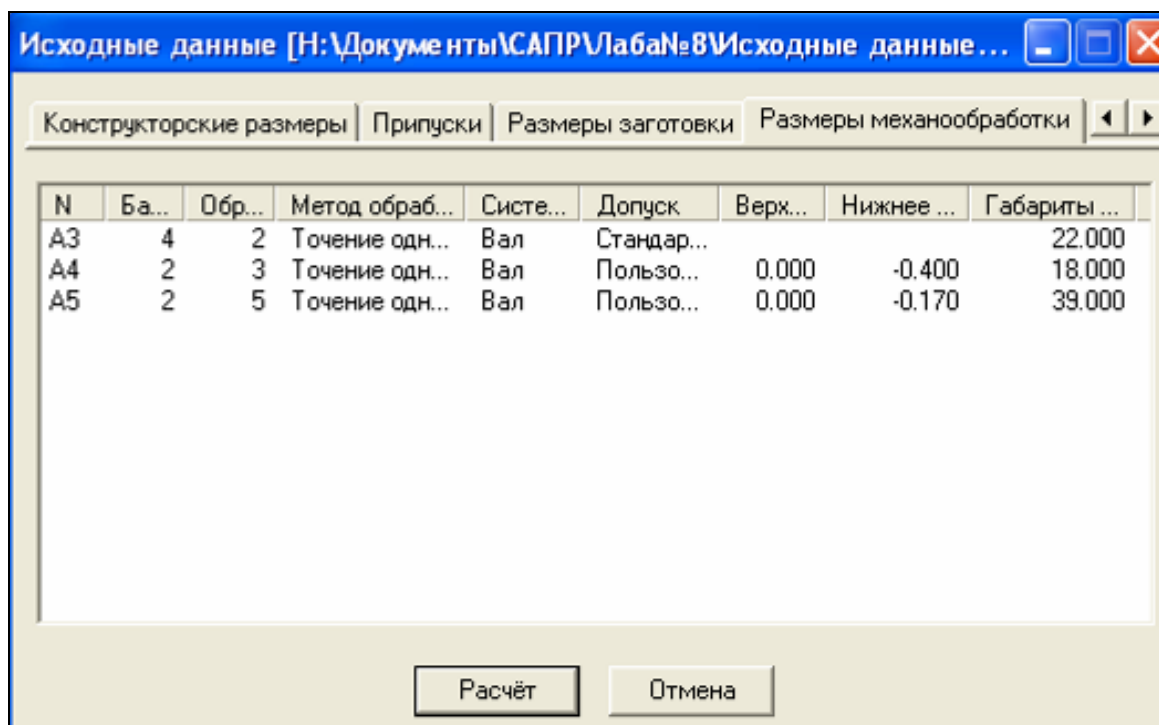

Рисунок 7 – Размеры механообработки
4.5 В закладке «Размеры механообработки» ввожу их в последовательности обработки заготовки. Для ввода каждого размера нажимаю правую кнопку мыши. Расположение допуска относительно подлежащего расчету номинала размера указываю по системе вал (рисунок 7).